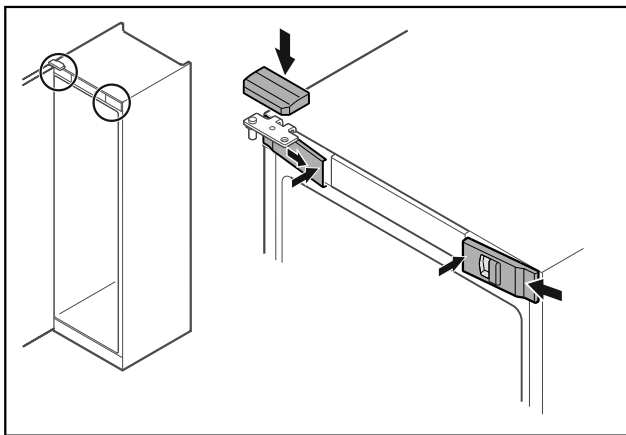

Fig. 49
- ▶ Зацепите сбоку и защелкните передние крышки Fig. 49 (1) с внутренней стороны.
- ▶ Защелкните верхнюю крышку Fig. 49 (2) сверху.